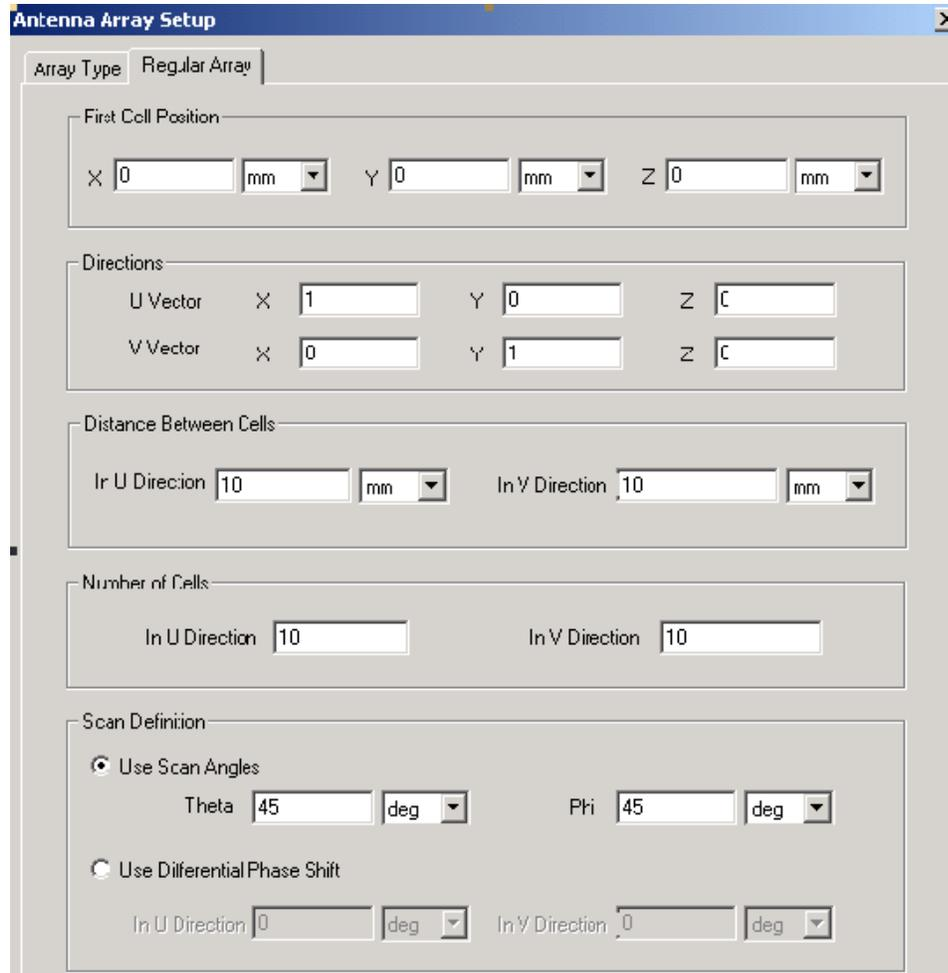

Рис. 10.23. Задание параметров регулярной антенной решетки
1. В меню HFSS укажите **Radiation**, и затем нажмите **Antenna Array Setup**. Появляется окно **Antenna Array Setup** (рис. 10.23).